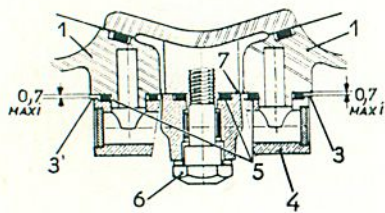

Figure 3.
— Contrôle du montage (fig. 3).
Important : le serrage normal de la vis (4, fig. 2) doit assurer la portée de la chape (7, fig. 3). Tout serrage supplémentaire est sans effet sur l'étanchéité et peut conduire à la rupture de la vis (4).